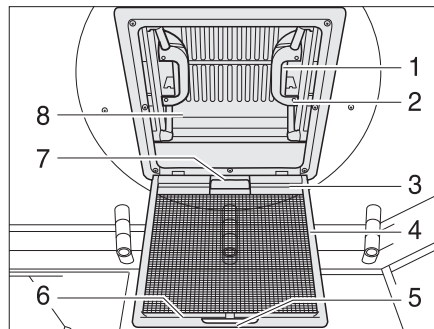

Fig. 80 Oblò a scatto
- Tirare la maniglia (Fig. 80,5).
- Ribaltare la protezione contro gli insetti (Fig. 80,4) verso il basso.
- Premere la chiusura a scatto (Fig. 80,1) verso l'interno dell'oblò (Fig. 80,8). Premere contemporaneamente verso l'alto l'oblò con la maniglia (Fig. 80,2).
- Spingere la protezione contro gli insetti (Fig. 80,4) verso l'alto finché non si innesta.
- Tirare con forza verso il basso le due maniglie (Fig. 80,2) dell'oblò (Fig. 80,8), fino a quando non scattano (Fig. 80,1) entrambe le chiusure.
- Tirare l'oscurante a rullo per la maniglia (Fig. 80,7) e agganciare il listello porta-ganci (Fig. 80,3) nel listello di supporto (Fig. 80,6) sulla protezione contro gli insetti.
- Staccare il listello porta-ganci (Fig. 80,3) dal listello di supporto (Fig. 80,6) e ricondurre lentamente in posizione l'oscurante a rullo.